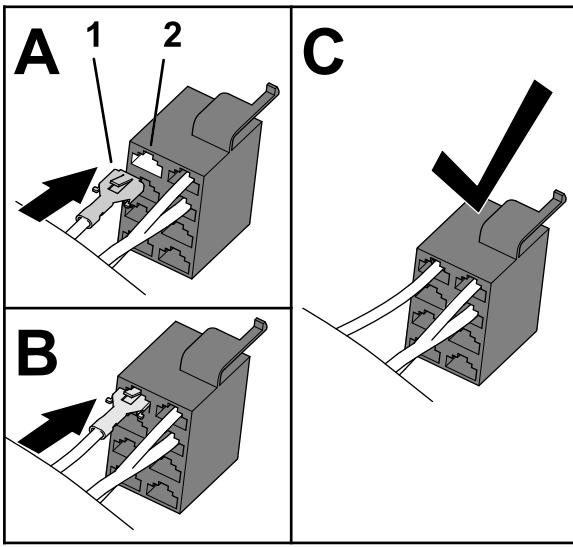

Figura 30
- Inserte el terminal en el zócalo 1 del conector hembra de 8 vías del interruptor de los faros, según se muestra en Figura 30.